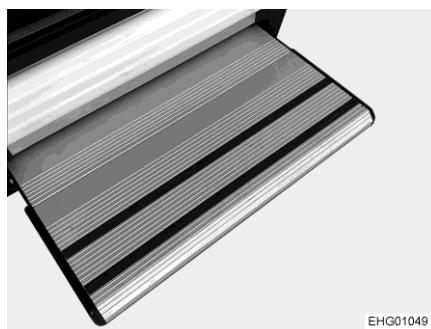

Fig. 5 Escalón de entrada
- ▷ No engrasar ni aceitar las piezas móviles del escalón de entrada (Fig. 5) (véase el capítulo 11).